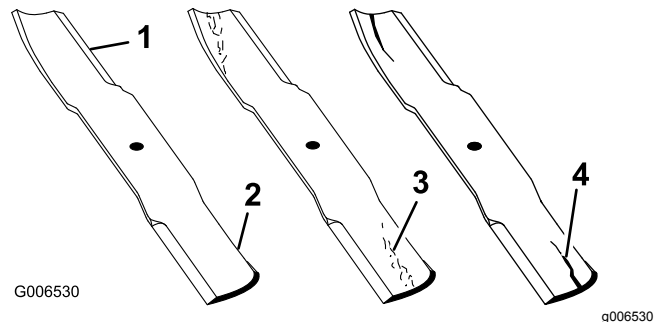

Figura 61
1. Inspeccione los fillos de corte (Figura 61).
2. Inspeccione las cuchillas, especialmente la parte curva (Figura 61).
**Nota:** Si observa daños, desgaste o la formación de una ranura en esta zona (Figura 61, 3 y 4), instale inmediatamente una cuchilla nueva.